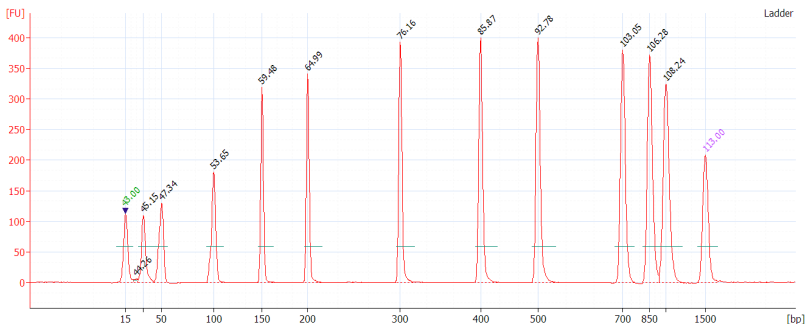

Figura 8: Elettroferogramma del ladder (Bioanalyzer)
3. Verificare che il profilo del [Ladder Plot] (tracciato del ladder) sia simile a Figura 8 di seguito e contenga 13 picchi di cui il più basso è a 15 bp e il più alto a 1.500 bp (sono i marcatori che saranno presenti in ogni campione letto) con una linea di base piatta (vedere Figura 8).